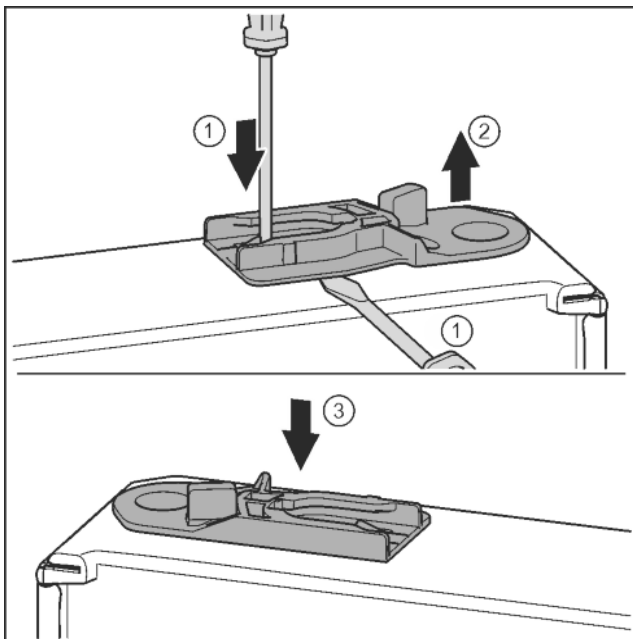

Fig. 35
- ▶ Sortir la douille de guidage : Pousser la languette avec un tournevis plat et la faire passer simultanément sous la douille de guidage avec un tournevis plat. Fig. 35 (1, 2)
- ▶ Pousser la douille de guidage fournie à la livraison de l'autre côté du logement. Fig. 35 (3)